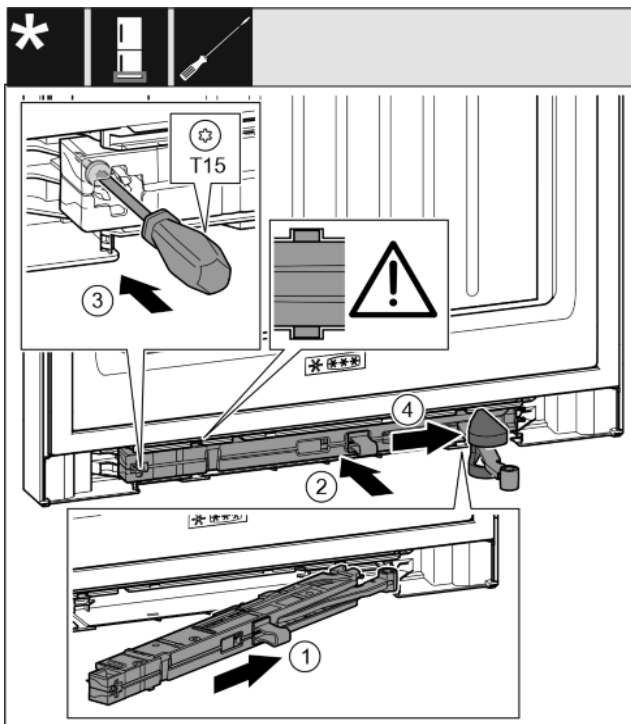

Fig. 36
- ▶ Gurnite jedinicu prigušivača zatvaranja na strani podloška ležaja do graničnika koso u otvor. *Fig. 36 (1)*
- ▶ Gurnite jedinicu prigušivača zatvaranja u potpunosti u otvor. *Fig. 36 (2)*
- ▶ Odvijačem T15 čvrsto pritegnite vijak. *Fig. 36 (3)*
- ▶ Gurnite pokrov preko zgloba. *Fig. 36 (4)*